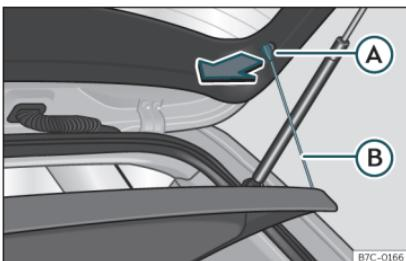

Fig. 114 En el maletero: desmontar y montar la bandeja.
- Desenganche los tirantes de sujeción **»» fig. 114 (B)** de los alojamientos **(A)**.
- Enganche los tirantes de sujeción **»» fig. 114 (B)** en el portón trasero.